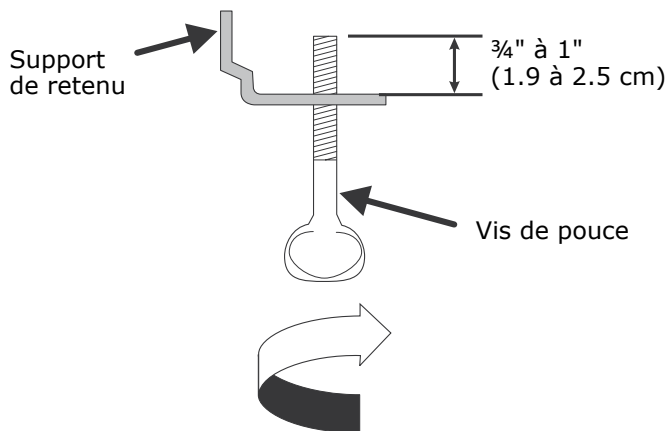

Figure 6b
5. Si vous utilisez le support d'installation de type 2, insérez la vis à oreilles fournie (2) dans le support d'angle comme illustré ci-dessous (Fig. 6b):